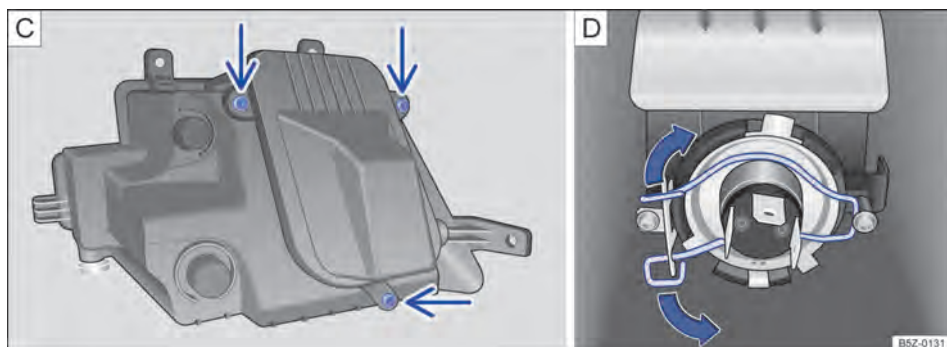

Fig. 186 No para-choque dianteiro: **C** retirar os parafusos da cobertura da lâmpada e **D** lâmpada do farol de neblina.
- 6 Retirar os parafusos indicados pelas setas → Fig. 186 **C**, para acessar a lâmpada do farol de neblina.
- 8 Comprimir a mola de travamento no sentido da seta → Fig. 186 **D** e deslocá-la para desatrar a lâmpada.